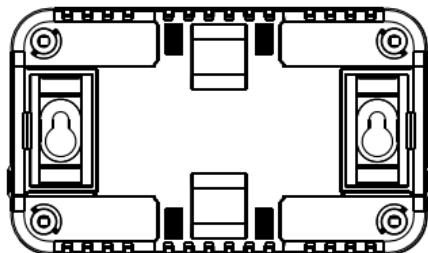
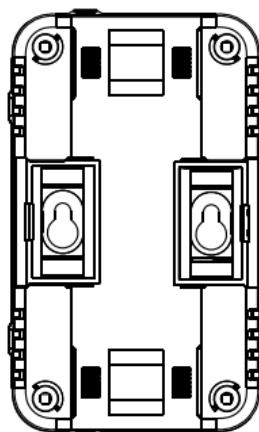

Рис. 7
Рис. 8
- 2.** Установите крепежные вставки задвинув их до упора в пазы с тыльной стороны прибора. При горизонтальном расположении прибора, рис. 7, вставки устанавливаются в пазы на узкой стороне корпуса; при вертикальном расположении, рис. 8, на широкой стороне корпуса. Обратите внимание на ориентацию отверстий под саморезы.